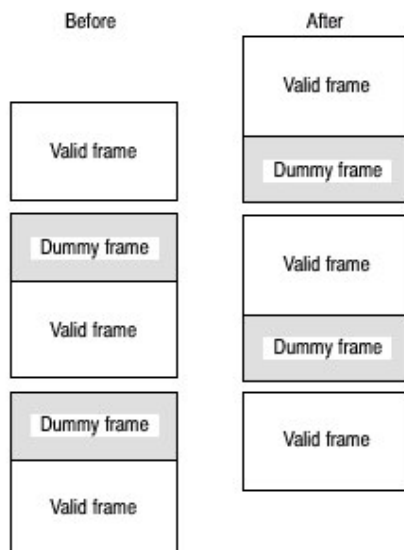

图 3-81 增加仿真帧
**FramePadding.**当采集帧未填满 BlockSize，分析仪增加仿真帧。图 3-81 显示仿真帧。FramePadding 参数在 WCA200A 系列通常设置为 Before。